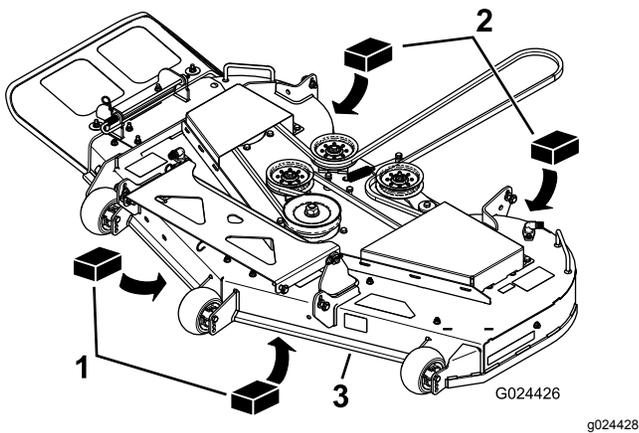

Figure 63
3. Placez deux cales de 6,66 cm (2⁵/₈ po) sous chaque côté du bord avant du tablier de coupe, mais pas sous les supports des galets anti-scalp (Figure 63).
4. Placez deux cales épaisses de 7,30 cm (2⁷/₈ po) sous le bord arrière de la jupe du tablier de coupe, une de chaque côté (Figure 63).